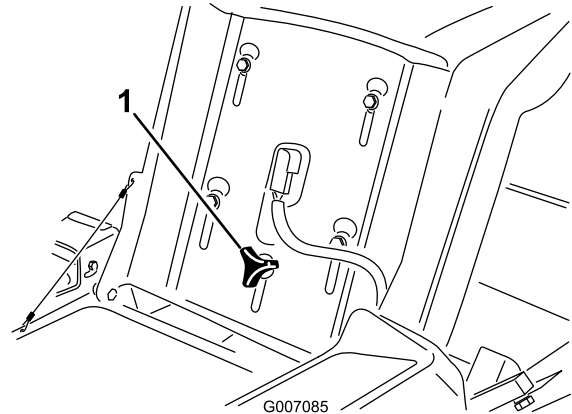

Figura 17
1. Levante el asiento y afloje el pomo de ajuste lo suficiente para poder desplazar el asiento (Figura 17).